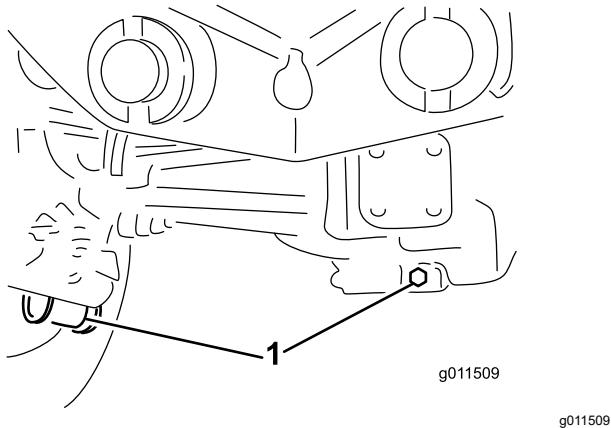

Рисунок 70
2. Очистите область вокруг трех сливных пробок, по одной на каждом конце и одной в центре (Рисунок 70).